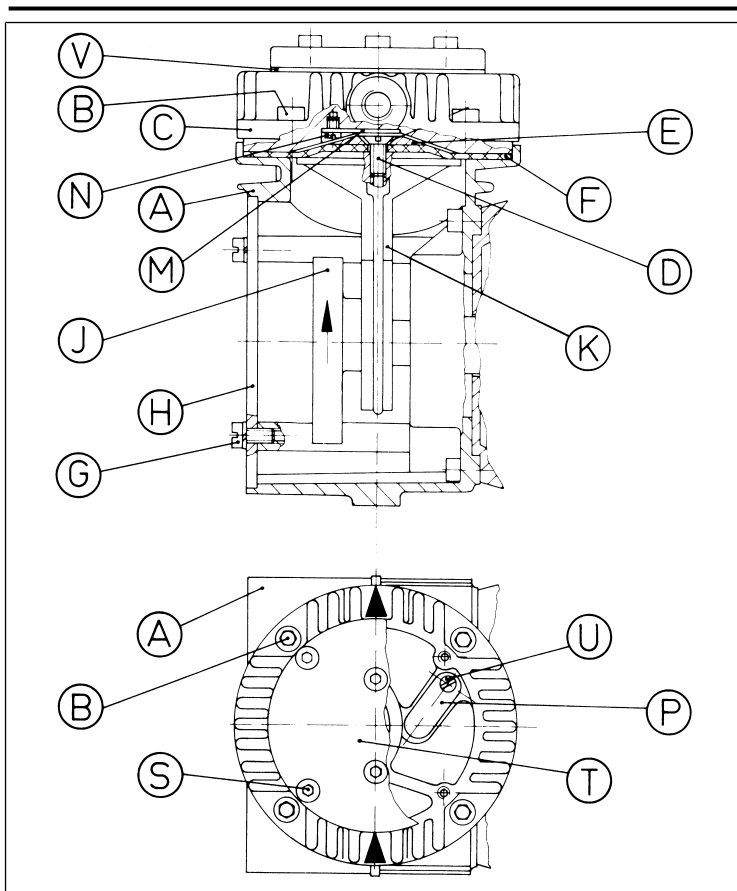

Fig.5: Parti della pompa
\*\*come da capitolo Fig. 5
Tab.20: Parti di ricambio come da capitolo Fig. 5
Membrana e valvole sostituite.	<ul style="list-style-type: none"> <li>→ Verificare la tenuta dei tubi flessibili.</li> <li>→ Serrare eventualmente le viti (B) o (S) (vedere Fig. 5) con cautela in sequenza incrociata.</li> </ul>